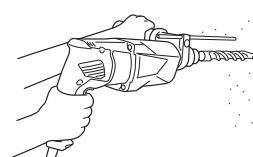

Fig. 8
**(1) Montar la broca.**
- (2) Presionar el interruptor de gatillo después de poner la punta de la broca en la posición para taladrar. (Fig. 8)
Cuando la broca toque una barra de hierro de construcción se detendrá inmediatamente y el martillo perforador tenderá a girar. Por lo tanto, sujetar el mango lateral y sostenerlo firmemente como se ilustra en la Fig. 8.